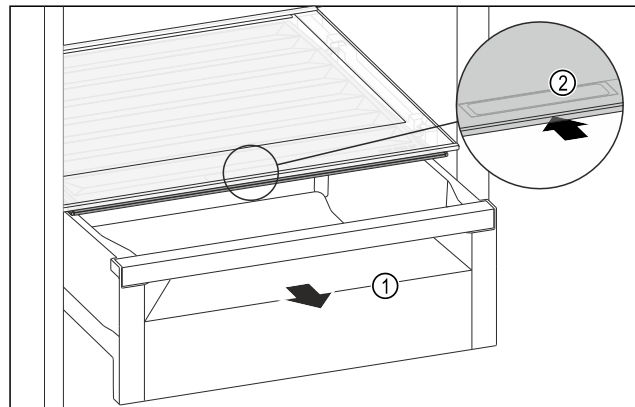

Fig. 105
- ▶ Schubfach Fig. 105 (1) herausziehen.
- ▶ Griffmulde Fig. 105 (2) am Fachdeckel anfassen und Fachdeckel gleichzeitig nach hinten schieben.